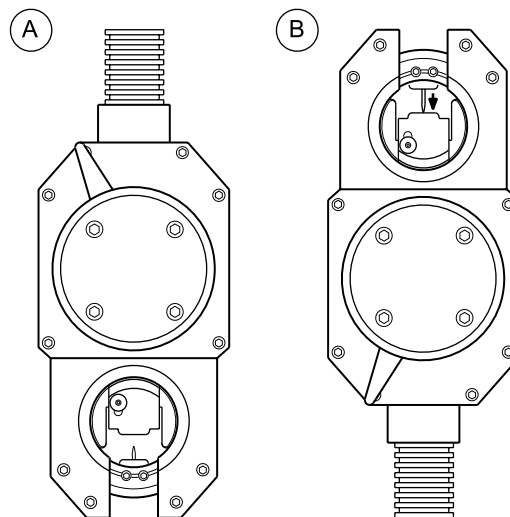

Рисунок 10. Регулировка дугового зазора
2. Вставьте щуп дугового зазора в ротор. См. рисунок 10(A).
3. Наклоните сварочную головку вверх. Ослабьте винт электрода, чтобы электрод выпал на поверхность щупа. См. рисунок 10(B).